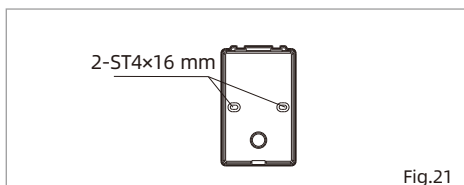
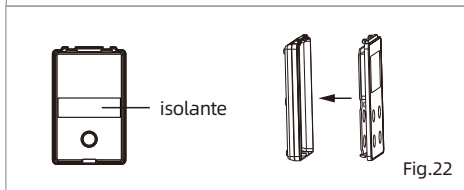

Fig.21
Fig.22
1. Choisissez un emplacement pratique pour placer la Contrôleur filaire. La connexion entre le contrôleur de fil et le chauffe-eau devrait être raisonnablement aménagée en fonction de l'environnement spécifique. Fixer le support inférieur du contrôleur avec les deux vis ST4x16 fournies (Fig.21), collez l'écrou avec le isolant fourni et placez le contrôleur dans le support (Fig.22).